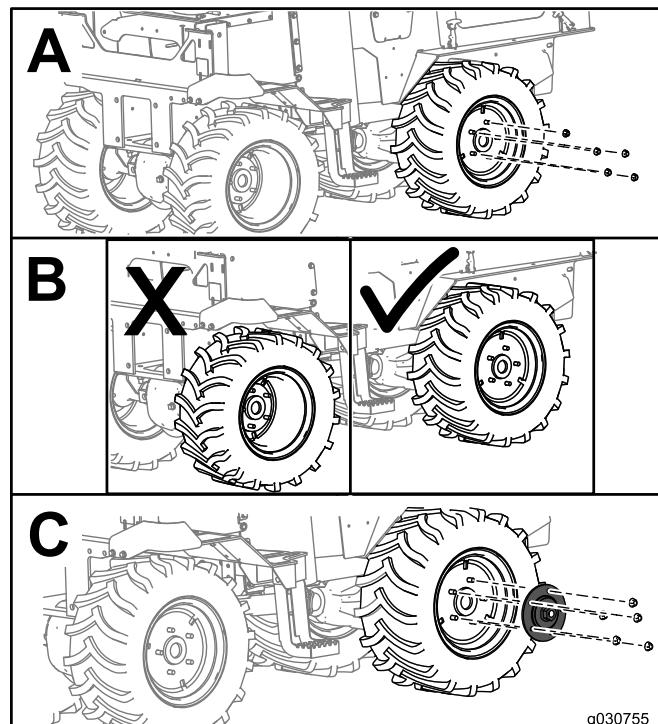

Figura 1
- Extraiga las tuercas de una de las ruedas (Dibujo A de Figura 1).
- Gire las ruedas a la configuración estrecha, si aún no están configuradas de esa manera (Dibujo B de Figura 1).
- Instale una placa adaptadora en el cubo de la rueda y sujetela con las tuercas (Dibujo C de Figura 1).